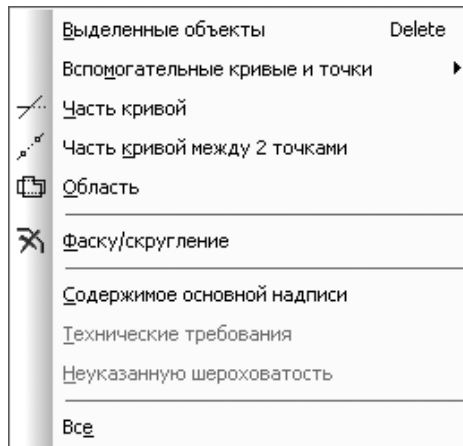

Рис. 4.153. Всплывающее меню пункта **Удалить** выпадающего меню пункта **Редактор** главного меню
- **Удалить** вызывает всплывающее меню, показанное на рис. 4.153.